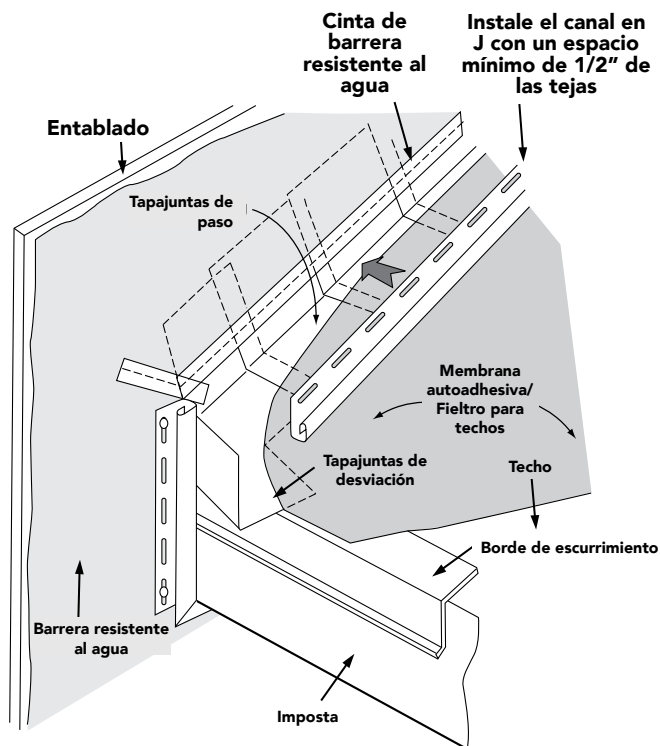

Figura 43
- Como alternativa al desviador, cree un “tapajuntas de desviación” con un tapajuntas metálico, como se muestra en la Figura 43.
**NOTA:** El “tapajuntas de desviación” (Figura 43) es una tira adicional de tapajuntas que sobresale del borde de la imposta que se necesita en algunas zonas de clima frío.